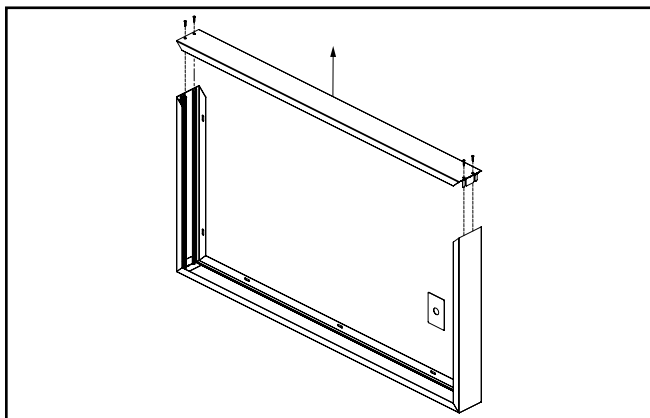

Figura 14.
- B4. Desatornille y retire el riel largo superior, así como los soportes en L-, y consérvelos para reutilizarlos. (Figura 14.)